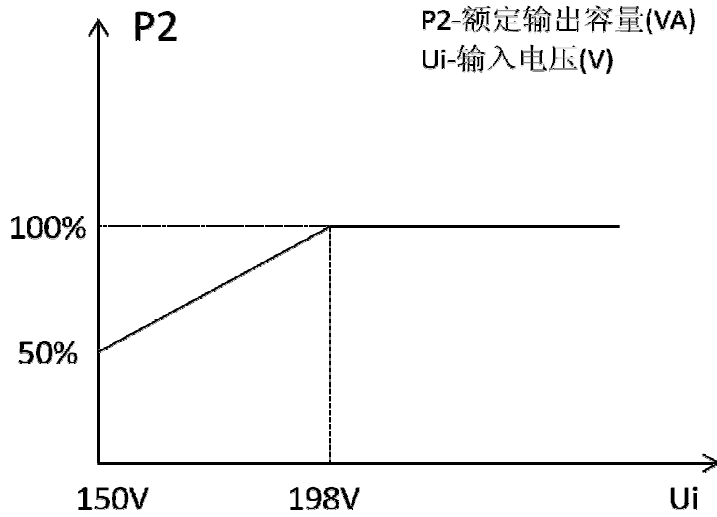

图1 输出容量曲线
5. 在购买本机时，请考虑其带负载能力（见图 1）和您使用的各种电器的实际总容量，应留有充分的负载容量。